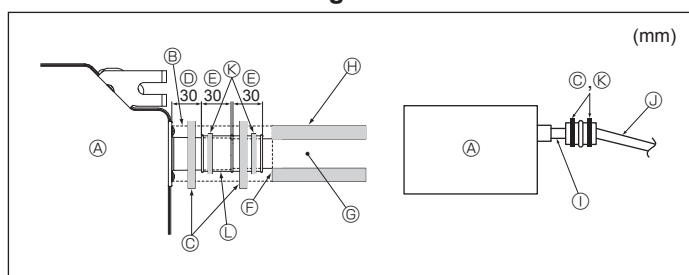

Fig. 6-2
1. Podłączyć gniazdo spustowe (dostarczane z urządzeniem) do zaworu spustowego. (Fig. 6-2) (Zamocować przewód za pomocą kleju do PCW, a następnie zabezpieczyć go za pomocą obejmy).